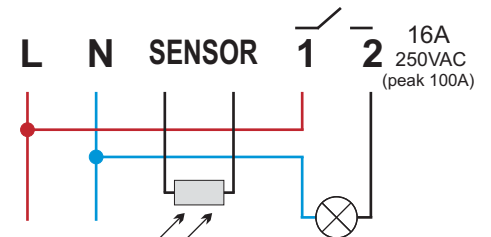

Abb. 3.: Anschlusspläne des DÄMMERUNGSSCHALTERS TS-51 wenn der Empfänger mit 230V AC betrieben wird.
3. Verbinden Sie die Zuleitungen gemäß dem Diagramm (Abb. 3 oder Abb. 4)